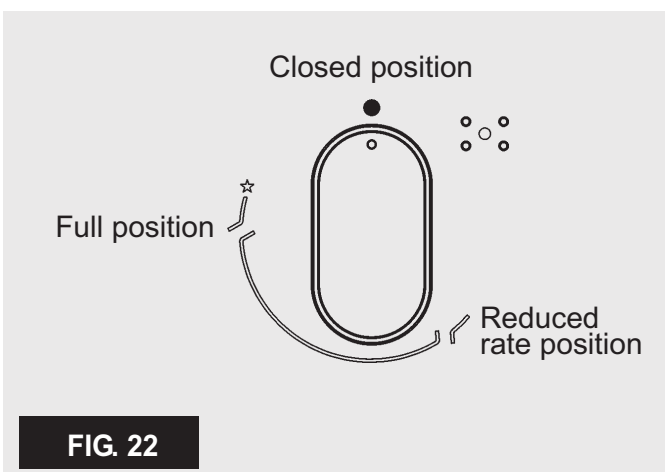

FIG. 22
Wcisnąć i przekręcić w lewo odpowiednie pokrętko, ustawiając je w pozycji Maksimum (duży płomień, rys. 22) i wcisnąć je do końca.
Aby zapalić palnik wyposażony w zabezpieczenie przeciwwyływowe gazu, należy przekręcić odpowiednie pokrętko do pozycji Maksimum (duży płomień, rys. 22), a następnie wcisnąć pokrętko. Po zapaleniu się palnika przytrzymać wciśnięte pokrętko przez około 10 sekund).
- **zapalanie palników z zabezpieczeniem przeciwwyływowym gazu jest możliwe tylko wtedy, gdy pokrętko ustawione jest w pozycji Maksimum (duży płomień, rys. 22).**
- zapalić palnik i ustawić pokrętko w pozycji „Minimum” (symbol małego płomienia rys. 22).